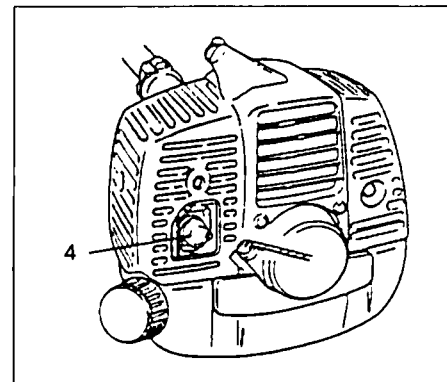

Fig. 2-2C
1. Set stop switch (1) to ON position.
- \* Push priming bulb (4) several times so that fuel flows through bulb into carburetor. (If so equipped)(Fig. 2-2C)
2. With the safety lever (2) pressed (if so equipped), pull throttle trigger and push lock button (3), then slowly release the throttle trigger first, then the safety lever. This will lock the throttle in starting position.
1. Régler le bouton d'arrêt (1) sur la position ON (marche).
- \* Presser la poire d'amorçage (4) à plusieurs reprises pour que le carburant puisse s'écouler de la poire dans le carburateur (S'il en est muni)(Fig. 2-2C)
2. Tout en appuyant sur le levier de sécurité (2) (si il en est muni), tirer la manette de commande des gaz et appuyer sur le bouton de blocage (3). Relâcher ensuite lentement la manette de commande des gaz en premier, puis le levier de sécurité. Ceci bloquera le papillon de commande des gaz sur la position de départ.
1. Poner el interruptor de parada (1) en posición activada ON.
- \* Empujar varias veces el bulbo cebador (4) de manera que el combustible fluya a través del bulbo hacia el carburador. (Si está provista)(Fig. 2-2C)
2. Con la palanca de seguridad (2) presionada (si está provista), tirar de la palanquita del acelerador y empujar el botón de bloqueo (3), soltar después lentamente el acelerador. Se bloqueará así el acelerador en la posición de arranque.